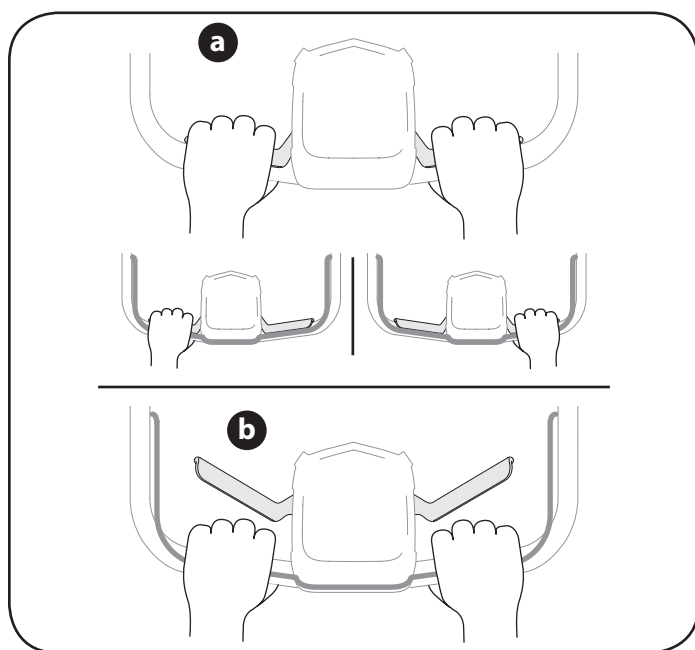

Figura 17
3. Uso de la cortadora con tracción en las cuatro ruedas. Consulte la Figura 17: